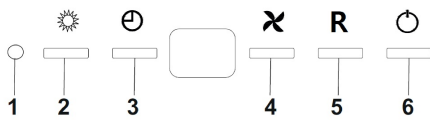

Fig. 18
Ved tryk på knap nr. 6 (Tænd/Sluk), vil spjældet åbne (forceret position) eller lukke (grund position). Hvis spjældet åbner ved tryk, vil den automatisk efter 60 min, køre ned til grundsugsposition. LED indikatoren (nr. 1) vil lyse grønt når emhætten er tændt på forceret position, og når emhætten er slukket, dvs. kører på grundsug vil det grønne lys forsvinde.(Fig. 18)
Ved tryk og hold på knappen "R" ("S" på nogle modeller) vil symbolet (A) dukke op i displayet. Ved tryk og hold på knap nr. 4 (Motor niveau) vil spjældet åbne og ved tryk og hold på knap nr. 3 (timer knappen) vil spjældet lukke. Når ønsket position er fundet trykkes og holdes knappen "R" nede i 3 sekunder. Herefter vil positionen blive gemt. .(Fig. 18)
Ved tryk og hold på knap nr 2 (belysning) i 3 sekunder, vil symbolet (A) dukke op i displayet. Nu kan positionen for grundsug justeres. Ved tryk og hold på knap nr. 4 (Motor niveau) vil spjældet åbne og ved tryk og hold på knap nr. 3 (timer knappen) vil spjældet lukke. Når ønsket position er fundet trykkes og holdes på knap nr 2 (belysning) i 3 sekunder. Herefter vil positionen blive gemt.. (Fig. 18)